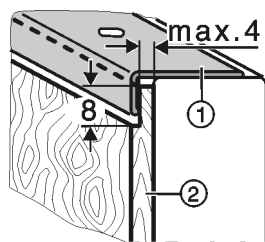

Fig. 40
- Dickere Dekorplatten Fig. 40 (2) nach Abbildung auf maximal 4 mm Dicke abstufen.